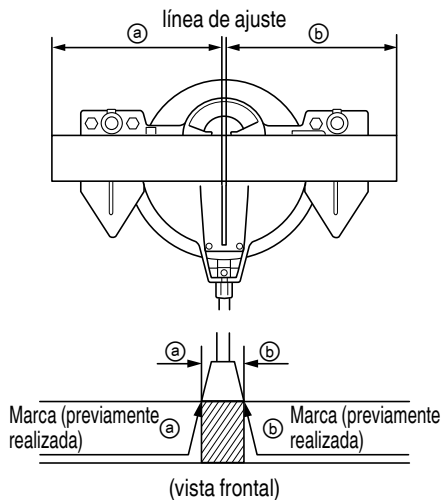

Fig. 24
- (1) Como se muestra en la Fig. 24, la anchura de la hoja de sierra es la de corte. Por lo tanto, deslice la pieza de trabajo hacia la derecha (vista desde la posición del operador) cuando desee la longitud ⊕, o hacia la izquierda cuando desee la longitud ⊖. Encienda la luz LED, proyecte la sombra de la hoja sobre la pieza de trabajo, alinee el lado izquierdo o el lado derecho de la hoja con la línea de tinta de la pieza de trabajo.
- (2) Cuando la hoja de sierra haya alcanzado la velocidad máxima, empuje cuidadosamente hacia abajo la empuñadura hasta que la hoja de sierra se acerque a la pieza de trabajo.
- (3) Cuando la hoja de sierra haya entrado en contacto con la pieza de trabajo, empuje gradualmente hacia abajo la empuñadura para cortar dicha pieza.
- (4) Después de haber cortado la pieza de trabajo con la profundidad deseada, desconecte la alimentación de la herramienta eléctrica y deje que la hoja de sierra se pare completamente antes de levantar la empuñadura de la pieza de trabajo para devolverla a su posición de completamente retraída.